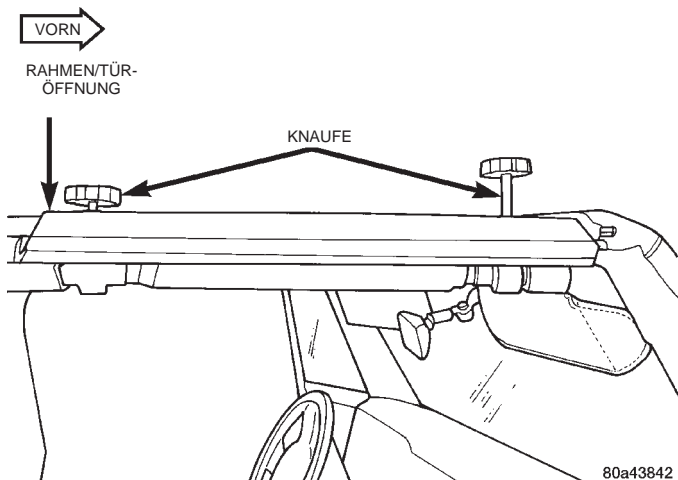

Abb. 50 Rahmen der Türöffnung
(2) Knaufe oben am Rahmen der Türöffnung gegen den Uhrzeigersinn drehen und vollständig abnehmen (Abb. 50).
(3) Rahmen der Türöffnung nach außen und nach oben wegziehen und vom Fahrzeug abnehmen.